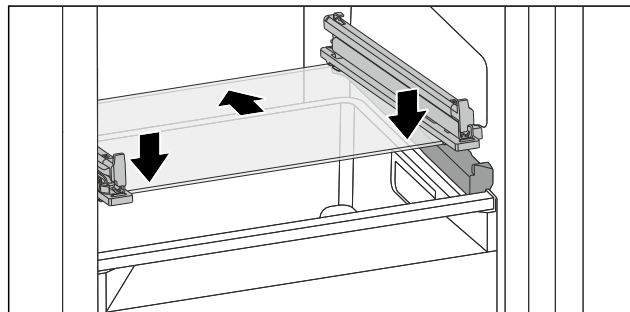

Fig. 140 Pllaka e xhamit e sirtarit me anim
- ▶ Vendosni pllakën e xhamit pjerrtas prapa ndaluesve. (shihni Fig. 140)